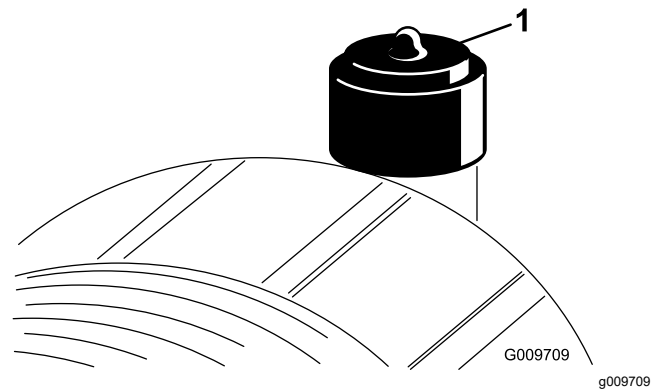

Figura 55
Effettuate la manutenzione dell'elemento filtrante del filtro dell'aria solo quando l'indicatore della restrizione (Figura 55) lo richiede. Sostituendo l'elemento filtrante del filtro dell'aria prima del necessario si aumenta il rischio che la morchia penetri nel motore quando lo si toglie.
- Se la spia è rossa, resettate l'indicatore di restrizione (Figura 55).